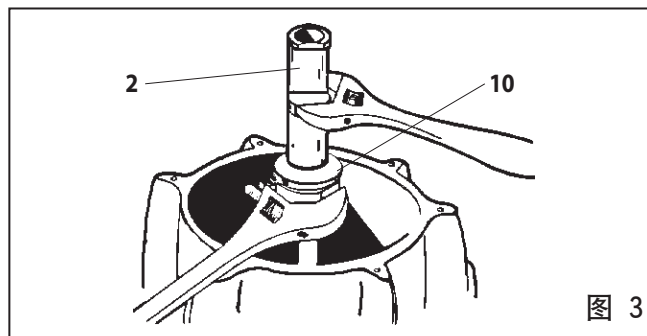

图 3
10. 从 (10) 活塞接头上拆卸 (2) 阀门活塞 (见图3)。
11. 拆去 (2) 阀门活塞。
12. 向上拉动 (10) 活塞接头, 抓紧 (10) 活塞接头下面的 (11) 伸长杆。将 (10) 活塞接头在 (11) 伸长杆上向下推。拆去 (37) 垫圈和 (11) 伸长杆。
13. 从 (10) 活塞接头上拆去 (8) 上垫圈和 (9) "U"形杯式填料。